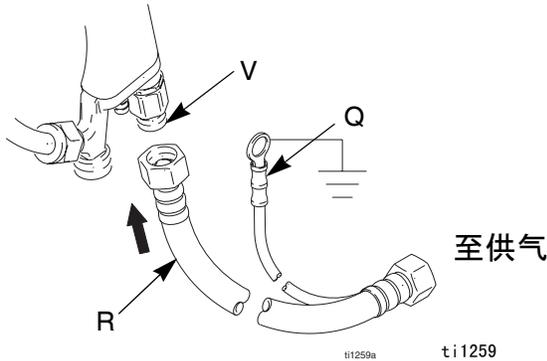

图 2.
1. 将 Graco 接地供气软管 (R) 连接在供气管路和喷枪空气入口 (V) 之间 (图 2)。喷枪空气入口管接头为左旋螺纹。将供气软管接地导线 (Q) 连接到真正的接地端。